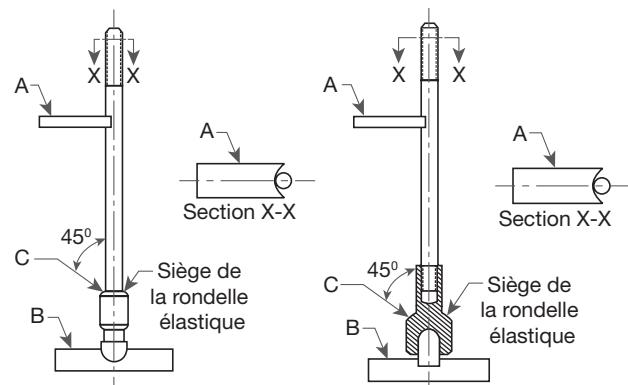

Figure 26 : Aide à la configuration de V-Block
1. Installer le support du bloc V (voir la Figure 26) comme suit :
- Placer les axes à bouts ronds dans un élément B, qui a été suspendu pour permettre la bonne rotation de l'axe (15). Pour les broches creuses, un support à bille à pointe est nécessaire.